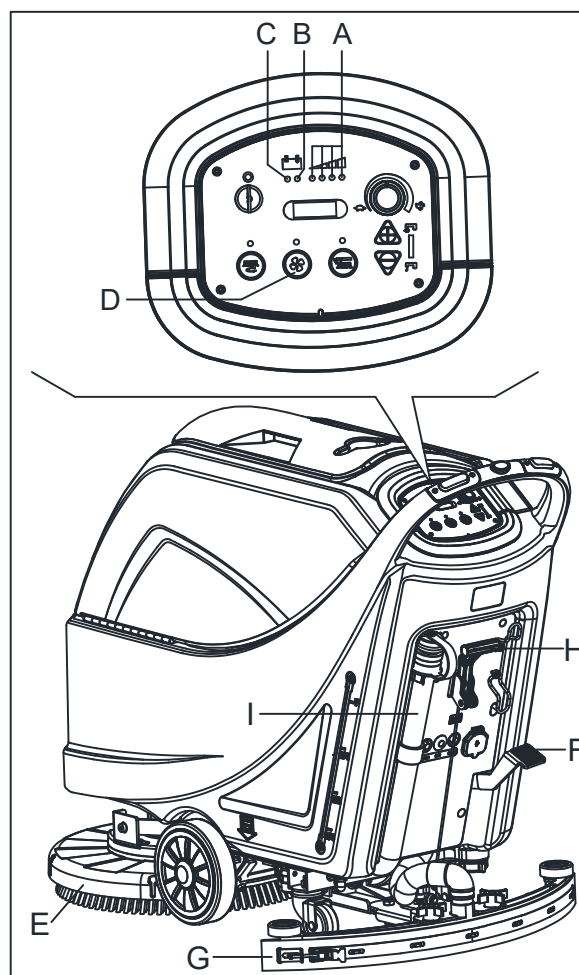
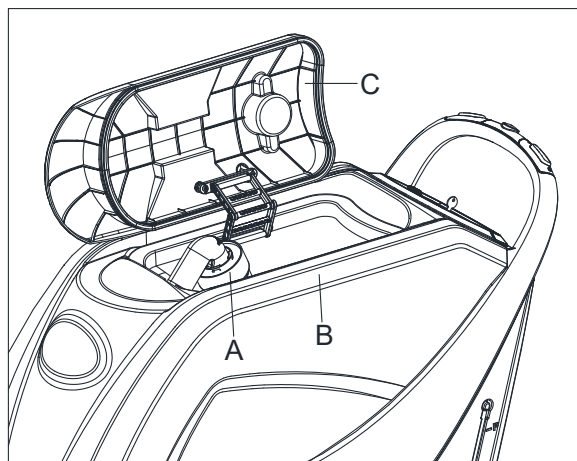

Figura 10
Figura 11
Mientras que la luz de aviso verde (A, Figura 11) está iluminada, las baterías permiten que la máquina funcione normalmente. Cuando luz de aviso verde (A) se apaga y se ilumina la luz de aviso amarilla (B), es aconsejable cargar las baterías ya que la carga restante durará unos pocos minutos (dependiendo de las características de la batería y el trabajo a realizar). Cuando se ilumina la luz de aviso roja (C), las baterías están completamente descargadas. Pasados algunos segundos, el portacepillos/porta-discos se apaga automáticamente, mientras que el sistema de aspiración y el sistema de accionamiento (solo para máquinas con tracción) siguen funcionando, para concluir el secado del suelo y conducir la máquina a la zona de carga designada.
Un sistema de cierre del flotador automático (A, Figura 11) bloquea el sistema de aspiración cuando el depósito de agua sucia (B) está lleno. La desactivación del sistema de aspiración se indica mediante un aumento repentino en la frecuencia de ruido del motor del sistema de aspiración, y también el suelo no se seca.
Si el sistema de aspiración se apaga accidentalmente (por ejemplo, cuando el flotador se activa debido a un movimiento brusco de la máquina), para reanudar la operación: apague el sistema de aspiración pulsando el interruptor (D, Figura 10), a continuación, abra la tapa (C, Figura 11) y compruebe que el flotador dentro de la rejilla (a) ha bajado al nivel del agua. Luego cierre la tapa (c) y ponga en marcha el sistema de aspiración pulsando el interruptor (D, Figura 10).
Cuando el depósito de agua sucia (B, Figura 11) está lleno, vacíelo de acuerdo con el siguiente procedimiento.
2. Levante la grupo de cepillo del portacepillos/porta-discos (E, Figura 10) pisando el pedal (F, Figura 10). (solo para la máquina de discos)
3. Levante la boquilla de aspiración (G, Figura 10) usando la palanca (H, Figura 10).
5. Vacíe el depósito de agua sucia usando la manguera (I, Figura 10). A continuación, enjuague el depósito (B, Figura 11) con agua limpia.